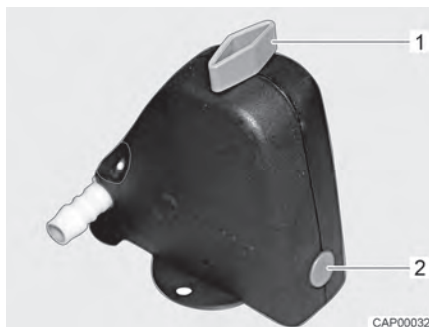
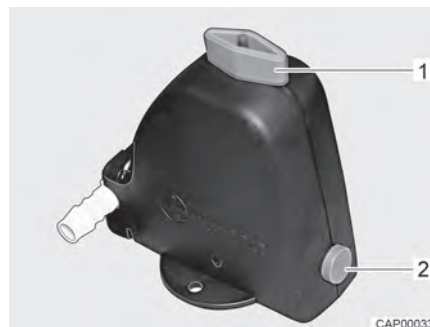

Fig. 141 Valvola di sicurezza/di scarico chiusa
Fig. 142 Valvola di sicurezza/di scarico aperta
- Aprire la valvola di sicurezza/di scarico (Fig. 141). A tal fine ruotare la manopola (Fig. 141,1) nel senso della lunghezza della valvola di sicurezza/di scarico. Il bottone automatico (Fig. 141,2) scatta all'infuori. La valvola di sicurezza/di scarico aperta è rappresentata in Fig. 142.